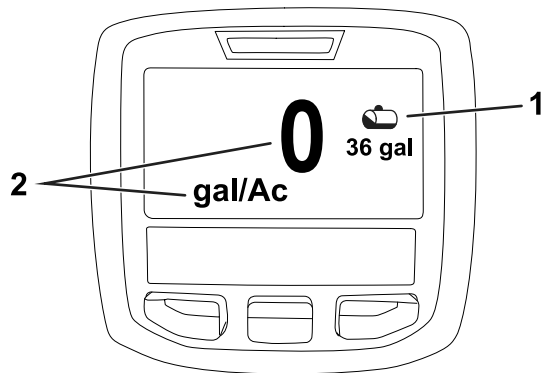

Figura 20
2. Carregue no botão de seleção direito para navegar para o ecrã do volume do depósito do pulverizador (Figura 20).